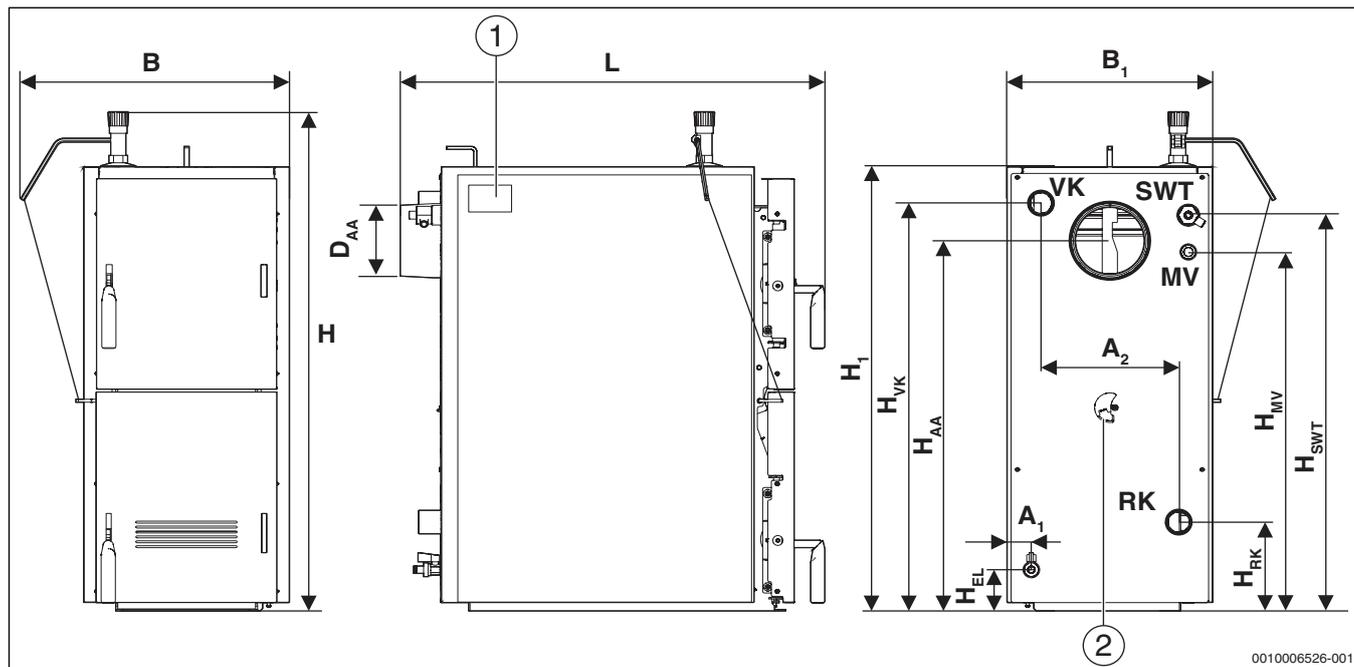

Рис. 5 Размеры Logano S131-15 H
- ▶ Наклейте заводскую табличку в хорошо доступном и видимом месте, например, сверху на боковую стенку котла (→ рис. 5, стр. 8).